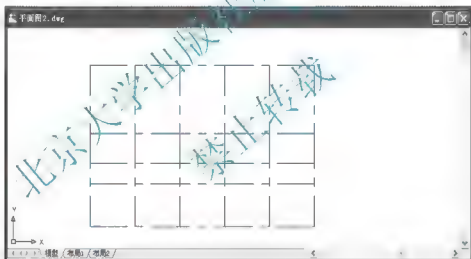

图 2.27 用【偏移】命令生成 2~6 轴线
① 在指定偏移距离或[通过(T)/删除(E)/图层(L)]<通过>:提示下,输入 1 轴线和 2 轴线之间的距离“3600”后按 Enter 键。
② 在选择要偏移的对象,或[退出(E)/放弃(U)]<退出>:提示下,单击选择 1 轴线,此时 1 轴线变虚。
③ 在指定要偏移的那一侧上的点,或[退出(E)/多个(M)/放弃(U)]<退出>:提示下,在 1 轴线右侧任意位置单击,则生成 2 轴线。
④ 在选择要偏移的对象,或[退出(E)/放弃(U)]<退出>:提示下,单击选择 2 轴线,此时 2 轴线变虚。
⑤ 在指定要偏移的那一侧上的点,或[退出(E)/多个(M)/放弃(U)]<退出>:提示下,在 2 轴线右侧任意位置单击,则生成 3 轴线。重复④~⑤步操作生成 4、5、6 轴线后按 Enter 键结束命令,结果如图 2.27 所示。